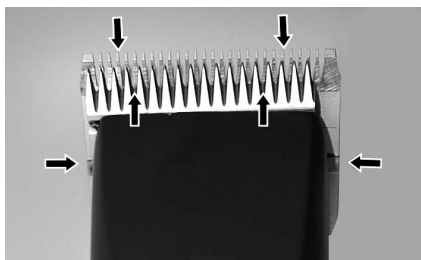

Fig. 22
For at opnå gode klipperesultater og forlænge klipperens holdbarhed er det nødvendigt at påføre et tyndt olielag mellem det øverste og nederste blad (fig. 22).
- Smør bladene tilstrækkeligt under klipningen (mindst hvert 15. minut), så de ikke bliver tørre (fig. 22).
Bladene skal smøre før, under og efter hver anvendelse. Når bladene på skærehovedet efterlader striber eller kører med nedsat hastighed, betyder det, at de skal smøres igen. Påfør nogle få oliedråber foran og lateralt på klippebladene (se pile i fig. 22). Tør overskydende olie væk med en blød, tør klud. Smøringssprays sørger ikke for tilstrækkelig smøring, men har en kølende effekt på bladene. Udskift øjeblikkeligt beskadigede eller kærvede blad for at undgå skader.